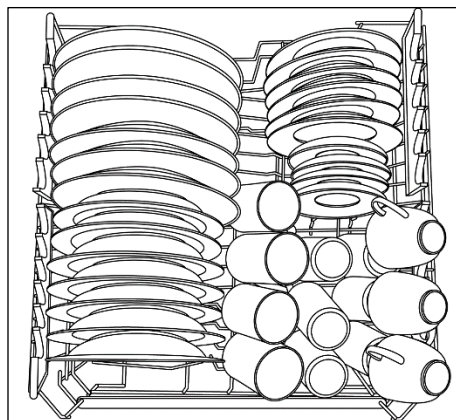

Fig. 1
- Es necesario un grifo en el extremo del tubo de carga para aislar la máquina de la red cuando no está en funcionamiento (fig. 1 B).
2. Sujete la cesta a ambos lados y tire de ella hacia arriba (fig. 1).
1. Sujete la cesta a ambos lados y tire de ella suavemente hacia arriba (fig. 1);
Una carga estandar diaria está representada en la fig. 1
- Para extraer el sistema filtrante basta levantarlo estirando del mismo (fig. 1).